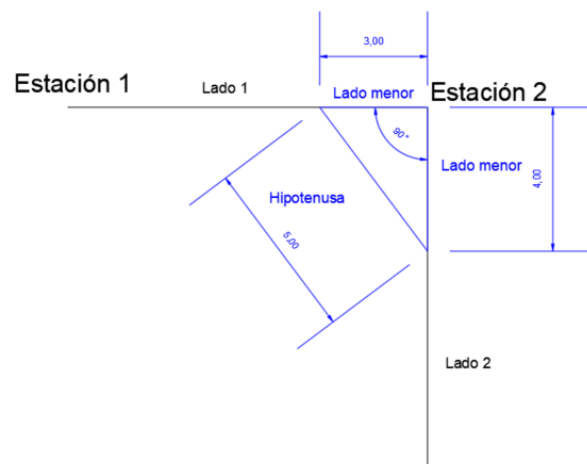

Figura 8. Representación gráfica del método del triángulo 3, 4 y 5.
3. Para poder generar un lado perpendicular al anterior, utilizar la técnica del triángulo 3, 4 y 5, para lo cual se apoyarán en el uso de la cinta métrica. El método consiste en generar un triángulo de 3 m, 4 m y 5 m de lado respectivamente, de tal manera que se formará un ángulo de 90° entre los lados de menor tamaño (Figura 8). Uno de los tres lados menores de este triángulo tiene que ir sobreescrito encima del lado generado en el apartado anterior y el vértice debe marcarse con una ficha o jalón, el segundo lado menor tiene que ir en dirección perpendicular y de la misma manera debe marcarse con una ficha; por último, la hipotenusa solo será para comprobar que el ángulo recto se formó de manera satisfactoria.